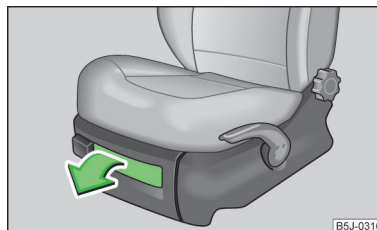

Fig. 87
- Per aprire lo sportello tirare la maniglia » fig. 87.